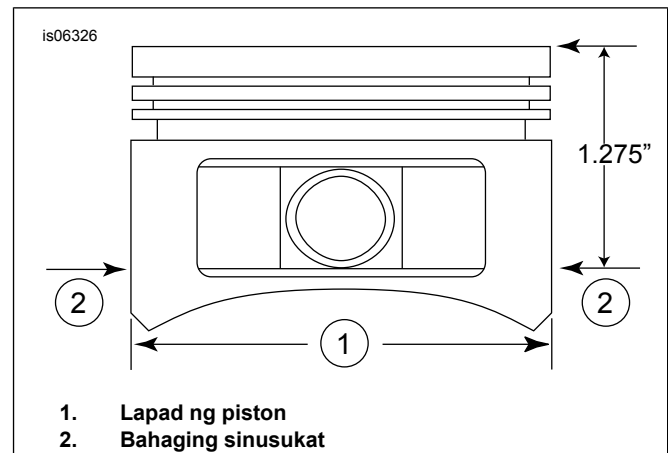

Figure 2. Mga Sukat ng Piston
5. Tingnan ang Figure 2 . Sukatin ang lapad ng piston (1), 90 degrees pahalang mula sa magkabilang panig ng piston pin hole at 32.38 mm (1.275 pulgada) sa baba mula sa deck (pang-itaas) na surface ng piston (2). Tingnan ang Talahanayan 11 para sa pag-akma ng piston-to-cylinder sa lokasyong ito.